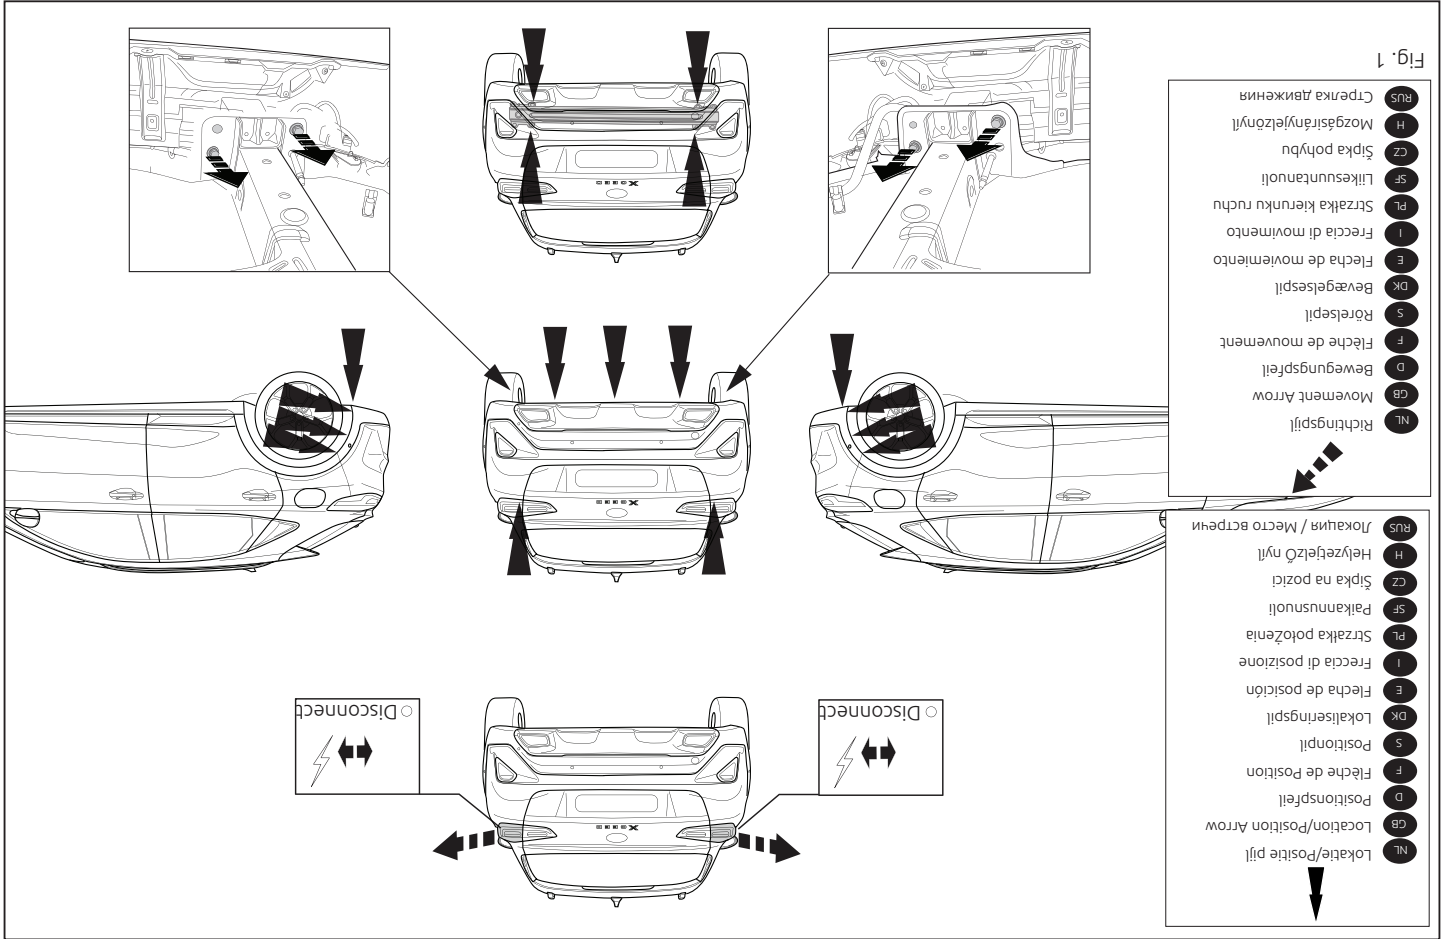

Fig. 1
1. Remove the rear-light units. Remove the bumper and the buffer beam from the vehicle. The buffer beam will no longer be needed. Replace the bolts. See figure 1.
1. Die Rücklichter abmontieren. Die Stoßstange einschließlich den Stoßbalken vom Fahrzeug abmontieren. Der Stoßbalken wird nicht mehr benötigt. Die Schrauben wieder anbringen. Siehe Abbildung 1.
1. Démontez les feux arrière. Déposez le pare-chocs du véhicule y compris la traverse; la traverse ne sera plus utilisée. Remettez les boulons de fixations en place. Voir la figure 1.
1. Demontér baglysenhederne. Demontér køfangeren, inklusive køretøjets stødbjælke. Denne bliver overflødig. Sæt boltene på plads igen. Se fig. 1.
- Снять оба блока задних фар. Снять бампер вместе со буферным брусом автомобиля. Буферный брус больше не понадобится. Поставить болты на место. См. рисунок 1.